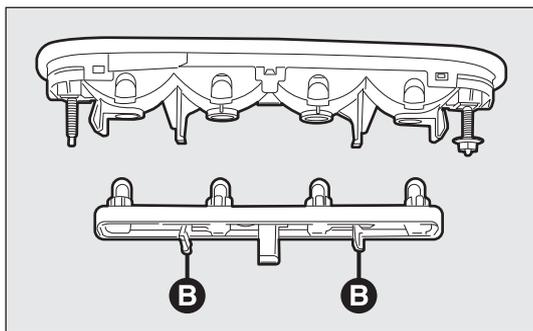

Abb. 202
- entgegengesetzt auf die Laschen B-Abb. 202 drücken und den Lampensockel herausziehen;